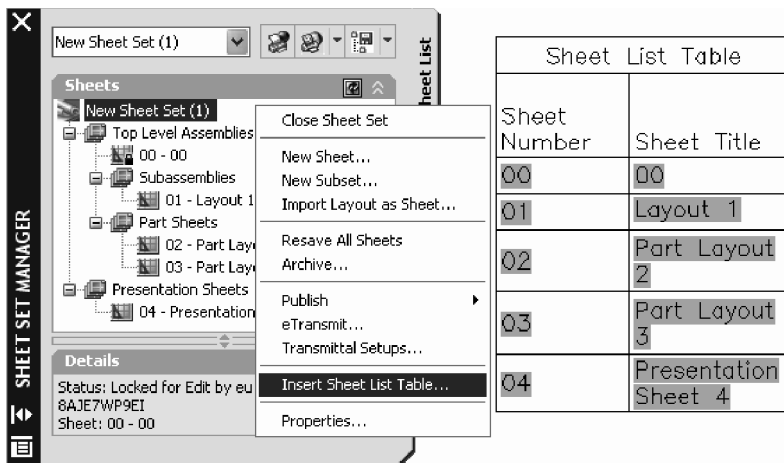

Fig. 10.55 Generarea tabelului
14. În fereastra **Sheet Set Manager** se deschide desenul în care va fi plasat tabelul, prin dublu clic pe numele acestuia (în exemplul din Fig. 10.55, numele desenului poate fi **00 – 00**).
15. Se selectează setul *Sheet Set* care va fi listat, prin clic cu butonul drept al mouse-ului (în exemplul din Fig. 10.55, acesta este **New Sheet Set (1)**). Din meniul care este afișat, se alege *Insert Sheet List Table*.